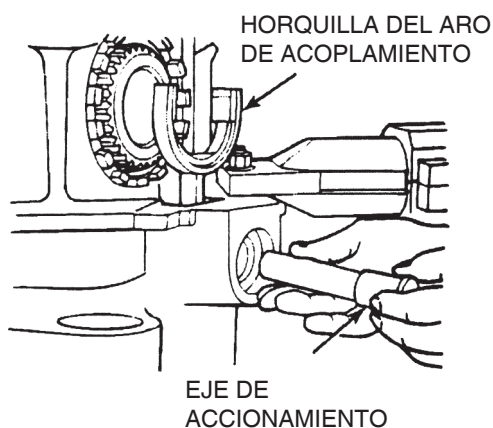

Figura 126
4. Instale el eje de accionamiento a través del orificio en la caja del diferencial, de la horquilla del aro de bloqueo y del resorte. Figura 126.